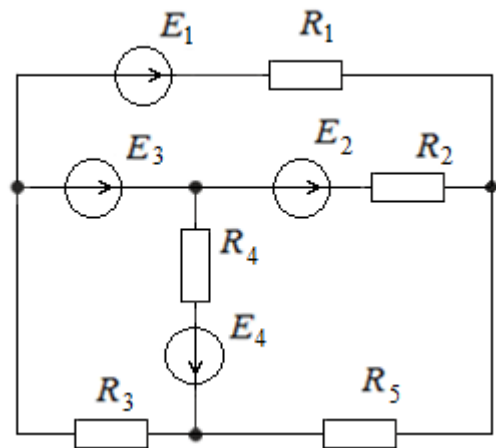

Рис. 109
42. Методом наложения определить токи в ветвях схемы (рис. 109), если $E_1 = 100 \text{ В}$; $E_2 = 30 \text{ В}$; $E_3 = 10 \text{ В}$; $E_4 = 6 \text{ В}$; $R_1 = R_2 = 10 \text{ Ом}$; $R_3 = 15 \text{ Ом}$; $R_4 = 7 \text{ Ом}$; $R_5 = 5 \text{ Ом}$.